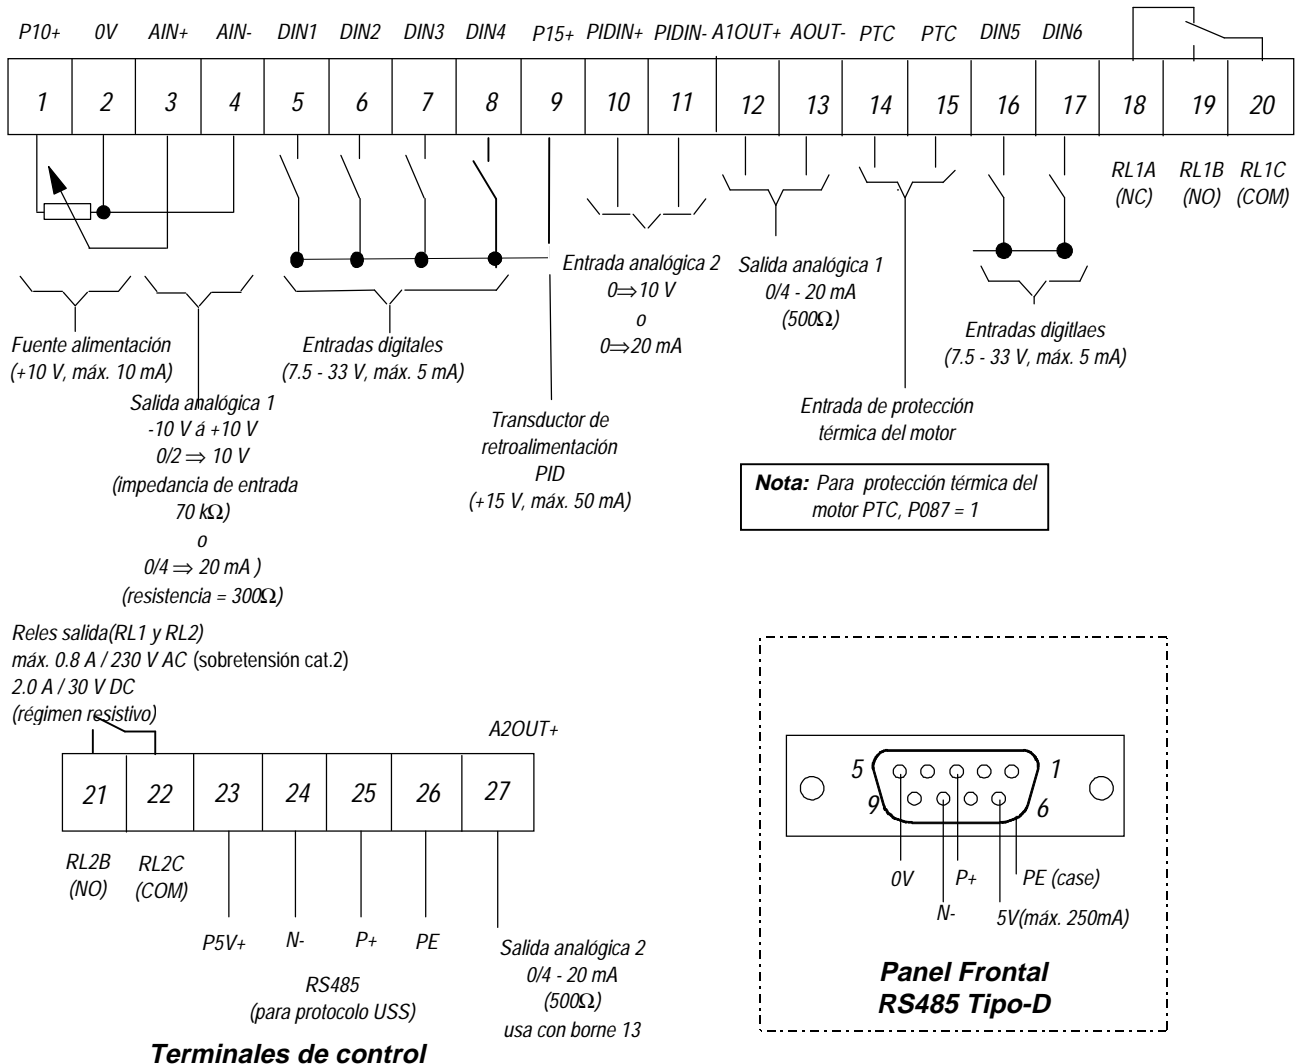

Figura 12: Conexiones de control - MIDIMASTER Vector
- (1) Conecte el borne de control 9 al borne 5 mediante un simple contacto de conexión/desconexión. De este modo, el motor queda configurado para girar en sentido horario (ajuste predeterminado).
- (2) Conecte un potenciómetro de 4,7 k Ω a los bornes de control tal como se muestra en la figura 6 ó 8 (MMV) (Figura 12 y 14 (MDV) o conecte la patilla 2 (0 V) a la patilla 4 y una señal de 0 - 10 V entre la patilla 2 (0 V) y la patilla 3 (AIN+).